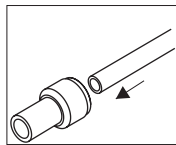

Рис. 4
- 1) Втолкнуть шланг в быстроразъемную муфту (правильно установленный шланг углубляется на 1,5 см в быстроразъемную муфту) (рис. 4).